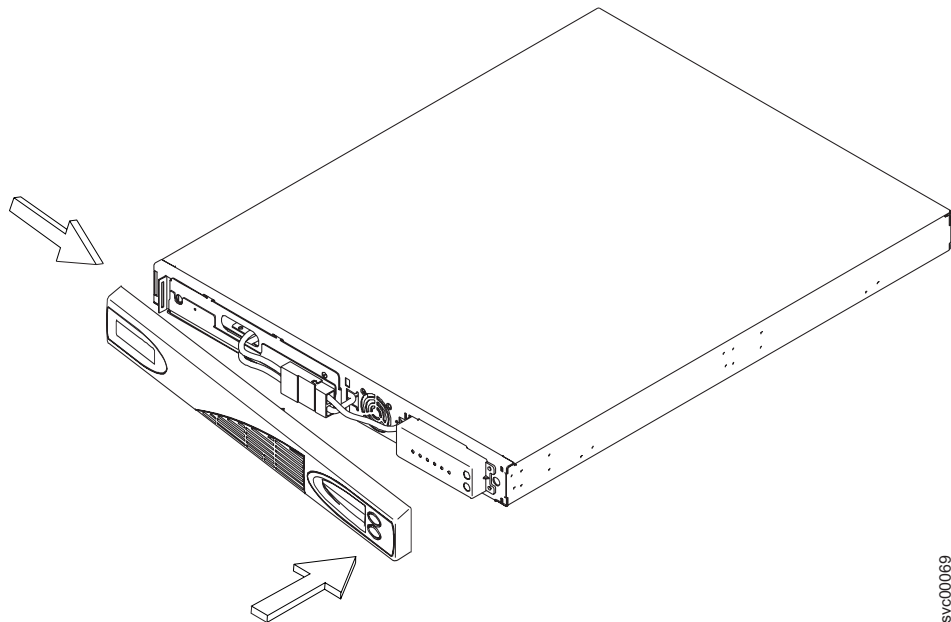

図 288. 2145-1U 無停電電源装置 のフロント・パネルの再取り付け
3. 712 ページの図 288 に示すように、内部バッテリー・コネクタを接続します。キー付きのコネクタの各終端には 2 本のワイヤーがあり、1 つは赤色 (+)、もう 1 つは黒色 (-) です。黒色ワイヤーと赤色ワイヤーを結合します。
4. フロント・パネルを、パネル左側に引っ掛かるまで右方に押し込みます。図 288 に示すように、フロント・パネルを、パネルがカチッと音が鳴って2145-1U 無停電電源装置 の右と、真中のセクションに収まるまで前方に押し込みます。